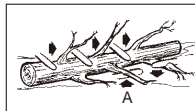

Bild. 12
Zweige werden vom gefällten Baum entfernt. Entfernen Sie Stützweige (A) erst, wenn der Stamm in Längen geschnitten ist (Bild. 12). Unter Spannung stehende Zweige müssen von unten herauf geschnitten werden, damit die Kettensäge sich nicht verklemmt.